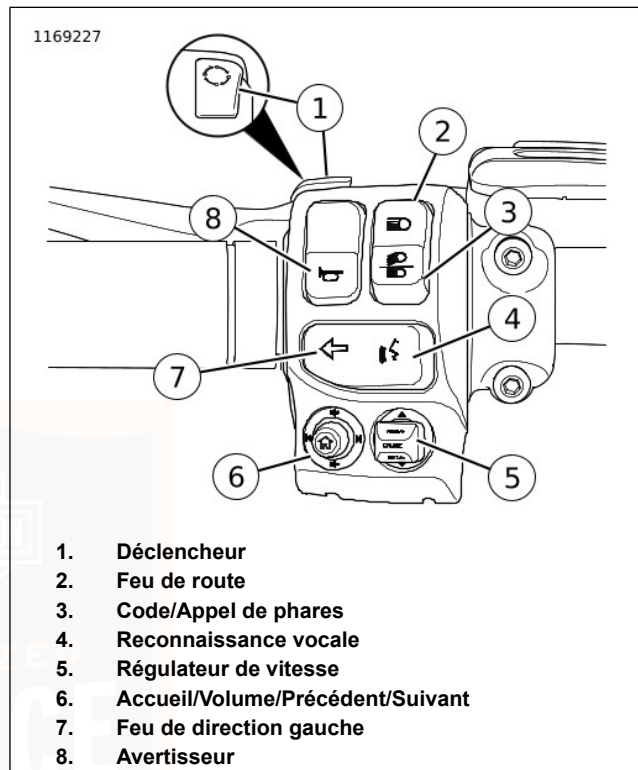

Figure 24. Module de commutateur gauche du guidon (typique)
Voir Figure 24. **Véhicule arrêté** : appuyer sur le déclencheur (1) pour afficher le kilométrage accumulé dans le compteur kilométrique. **Véhicule en mode accessoire/allumage** : appuyer sur le bouton de déclenchement pour faire défiler les fonctions du compteur kilométrique. Voir Tableau 26.
Voir Figure 24. Appuyer sur le commutateur du feu de route (2) pour activer le feu de route. Le voyant de feu de route (bleu) est allumé lorsque le feu de route est activé. Voir Tableau 26.
Code : voir Figure 24. Appuyer sur la partie inférieure du feu de code/commutateur d'appel de phare (3) pour activer le feu de code.
Voir Figure 24. Le commutateur de reconnaissance vocale (4) active les fonctions de reconnaissance vocale sur les véhicules qui en sont équipés. Avec des écouteurs branchés, appuyer sur le commutateur de commande vocale. La radio indique la liste des commandes disponibles. Prononcer la commande souhaitée dans le microphone des écouteurs. Consulter le MANUEL DU PROPRIÉTAIRE DE LA BOOM! BOX.
Voir Figure 24. Le commutateur CRUISE/SET/RESUME (RÉGULATEUR DE VITESSE/RÉGLAGE/REPRISE) contrôle automatiquement la vitesse du véhicule. Voir FONCTIONNEMENT > RÉGULATEUR DE VITESSE (Page 101) pour les procédures de fonctionnement détaillées.
Voir Figure 24. Le commutateur ACCUEIL/VOLUME/PRÉCÉDENT/SUIVANT (6) à cinq voies permet d'utiliser les fonctions de la radio sur les véhicules qui en sont équipés. Consulter le MANUEL DU PROPRIÉTAIRE DE LA BOOM! BOX.
Activer : voir Figure 24. Appuyer sur le commutateur de feu de direction gauche (7) pour activer le feu de direction gauche. Voir Tableau 26.
Voir Figure 24. Pour actionner l'avertisseur, appuyer sur le commutateur d'avertisseur (8). L'avertisseur peut être activé
Le déclencheur est à l'avant de la commande de gauche du guidon. Voir Figure 24.